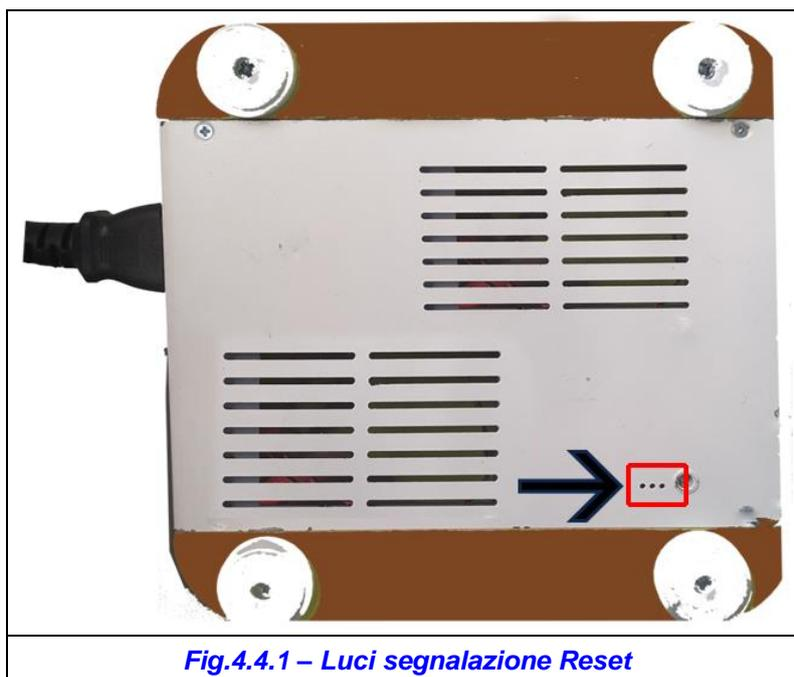

Fig.4.4.1 – Luci segnalazione Reset
- **Factory Reset.** Nella Fig.4.3.1 viene riportata la modalità con la quale effettuare il ripristino della configurazione iniziale o RESET. L'inizio dell'attività di Factory Default viene individuata dall'accensione del LED di colore rosso per circa 10s. Nella Fig.4.4.1 viene mostrata l'area di appoggio del dispositivo dove vengono evidenziati i led che illuminandosi indicano all'utente dell'avvenuto reset.
Per verificare se il dispositivo è connesso in modalità ACCESS POINT, i led presenti in fig. 4.4.1 saranno di colore rosso. Il corretto collegamento in modalità MQTT è visibile con i led indicati in fig. 4.4.1 di colore verde.